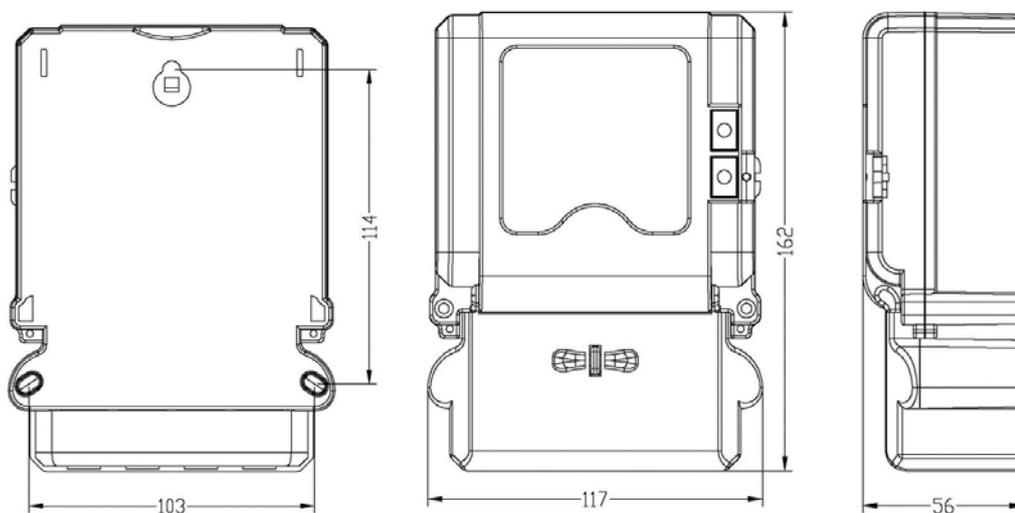

Рисунок 10 - Посадочные и габаритные размеры электросчетчика ИНТЕГРА 101
Счетчик крепится вертикально. Для крепления счетчика «на стену» предназначены кронштейн крепления и два монтажных отверстия, расположенных под крышкой клеммной колодки (рис.10). Для крепления счетчика на DIN-рейку в комплект поставки входит специальная крепежная рамка. Закрепите рамку на DIN-рейке, после этого на неё можно закрепить сам счетчик.
- выбрать подходящее условиям эксплуатации место установки, исходя из требований мер безопасности, габаритных размеров счетчика, указанных на (рис.10), и удобства подвода к счетчику проводов сети;